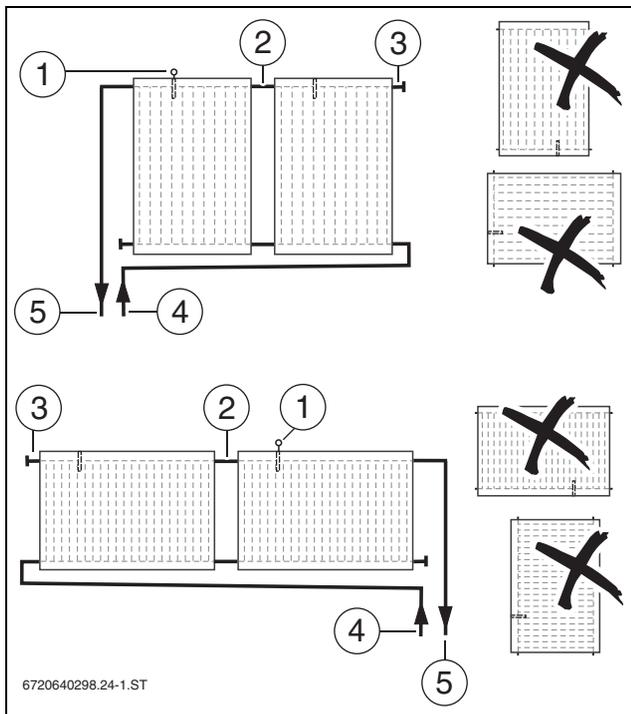

Bild 13 Anordnung senkrechter (oben) und waagerechter (unten) Kollektoren
- ▶ Kollektorfeld wechselseitig anschließen (→ Bild 13).
- ▶ Für die Kollektormontage berücksichtigen, dass die Tauchhülse für den Kollektorfühler oben liegt (→ Bild 13 [1]).
- ▶ Verlegung des Kollektorfühlerkabels so planen, dass der Kollektorfühler (→ Bild 13 [1]) in dem Kollektor mit dem angeschlossenen Vorlauf [5] montiert werden kann.